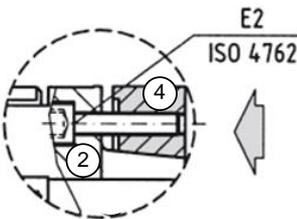

Abbildung 18: Spalt
ETH100&125: Klemmring (siehe Abbildung 18 Pos.4) und die Kupplungsnabe (siehe Abbildung 18 Pos.2) müssen gelöst sein.
- ◆ Die Kupplungshälfte auf die Motor- / Getriebewelle schieben und falls von Parker nicht anders angegeben, diese bündig mit der Welle ausrichten (siehe Abbildung 18 Pos.2).
Die Befestigungsschrauben (siehe Abbildung 18 Pos.E2) mittels Drehmomentschlüssel in 3 Umläufen mit 1/3, 2/3 und dem ganzen Anzugsmoment (siehe Tabelle 1) überkreuz anziehen bis der Klemmring an der Kupplungshälfte anliegt. Der Festanschlag ((siehe Abbildung 19 Pos.1) an der Kupplungshälfte (siehe Abbildung 19 Pos.2) verhindert eine zu hohe Vorspannung des Konusklemmrings und garantiert dadurch eine hohe Rundlaufgenauigkeit.